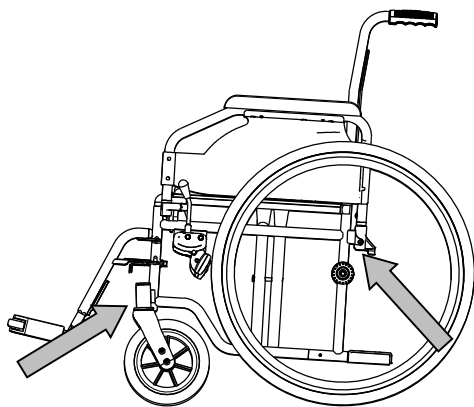

Figura 1
6. Monte las correas de sujeción frontal de acuerdo a las instrucciones del fabricante del sistema de la correa en el lugar indicado. (Figura 1) Este lugar está marcado en la silla de ruedas con un símbolo. (Figura 2)
9. Monte las correas de sujeción traseras de acuerdo con las instrucciones del fabricante del sistema de correas en el lugar indicado. (Figura 1)